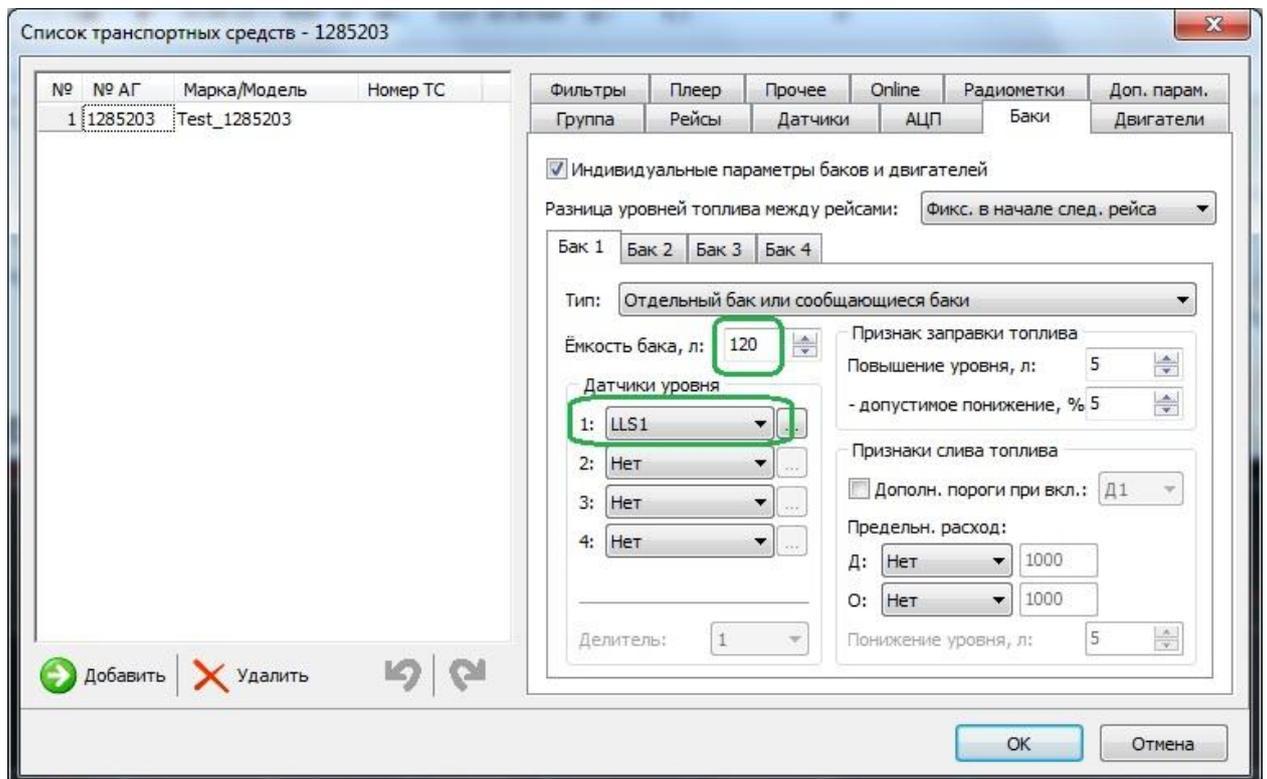

Рисунок 8
3.4.1. На вкладке «Баки» выбрать бак, источник данных и прописать ёмкость бака (Рис. 8, 9):